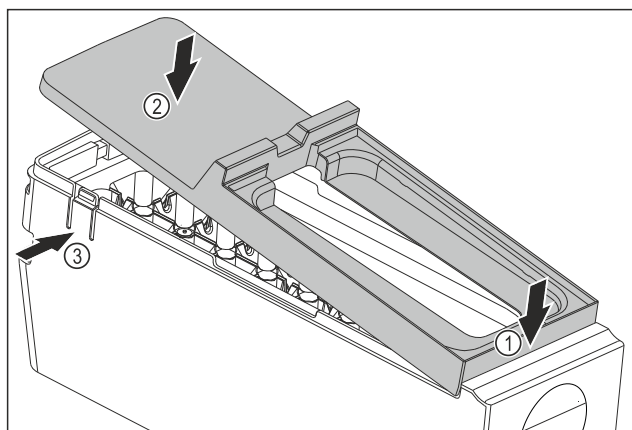

Fig. 174
- Montimi i kapakut mbulues të kutisë EasyTwist-Ice: Futni kapakun mbulues në pjesën përpara. Fig. 174 (1)
- Ulni poshtë kapakun mbulues në pjesën e pasme. Fig. 174 (2)
- Dëgjohet zhurma e mbërthimit të kapakut mbulues në të dyja gjuhëzat Fig. 174 (3).